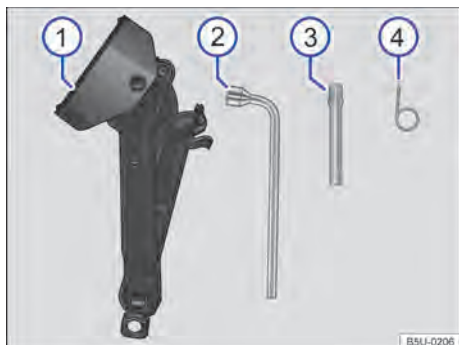

Fig. 162 Componentes das ferramentas de bordo.
Componentes das ferramentas de bordo ⇒ Fig. 162
- Encaixar o adaptador ⇒ Fig. 162 (3) e a chave de roda (2) no parafuso do mecanismo.
- Empurrar com cuidado a roda de emergência, no sentido da seta (D), posicionando-a embaixo do veículo.